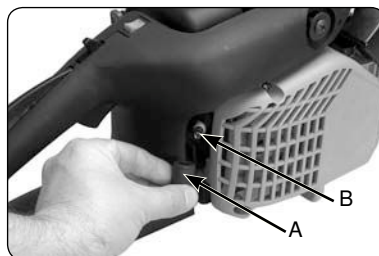

Рис. 21
2. Отсоедините клемму (A) от свечи зажигания (B), одновременно с этим вытягивая ее и сгибая (Рис. 21).